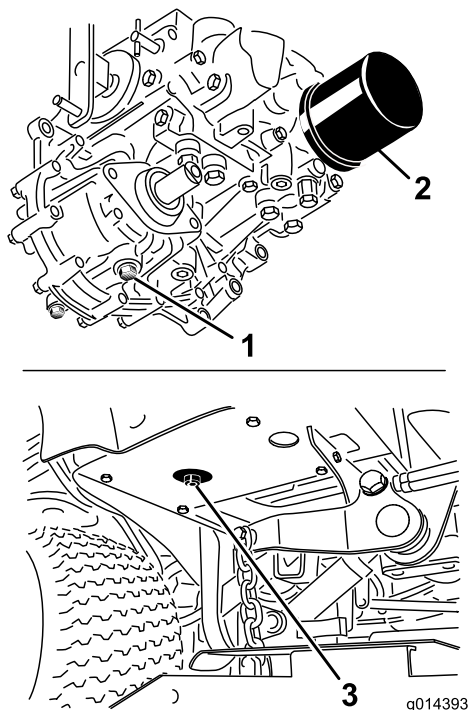

Figure 52
3. Placez un grand bac de vidange sous le réservoir de liquide hydraulique et le carter de transmission, et enlevez les bouchons pour vidanger tout le liquide hydraulique (Figure 52).
4. Nettoyez la surface autour du filtre à huile hydraulique et retirez le filtre (Figure 52).